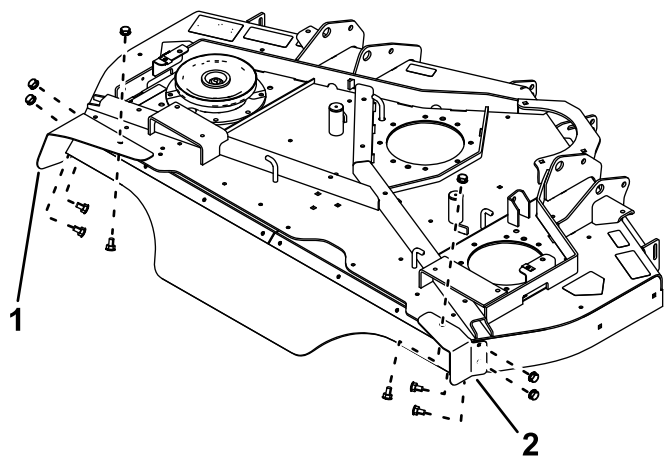

Figura 5
de carroçaria (5/16 pol. x 3/4 polegada) e três porcas (5/16 polegada), tal como se ilustra na Figura 5.
7. Monte a proteção do pé esquerdo à parte de cima e lateral da plataforma. Utilize três parafusos de carroçaria (5/16 pol. x 3/4 polegada) e três porcas (5/16 polegada), tal como se ilustra na Figura 5.